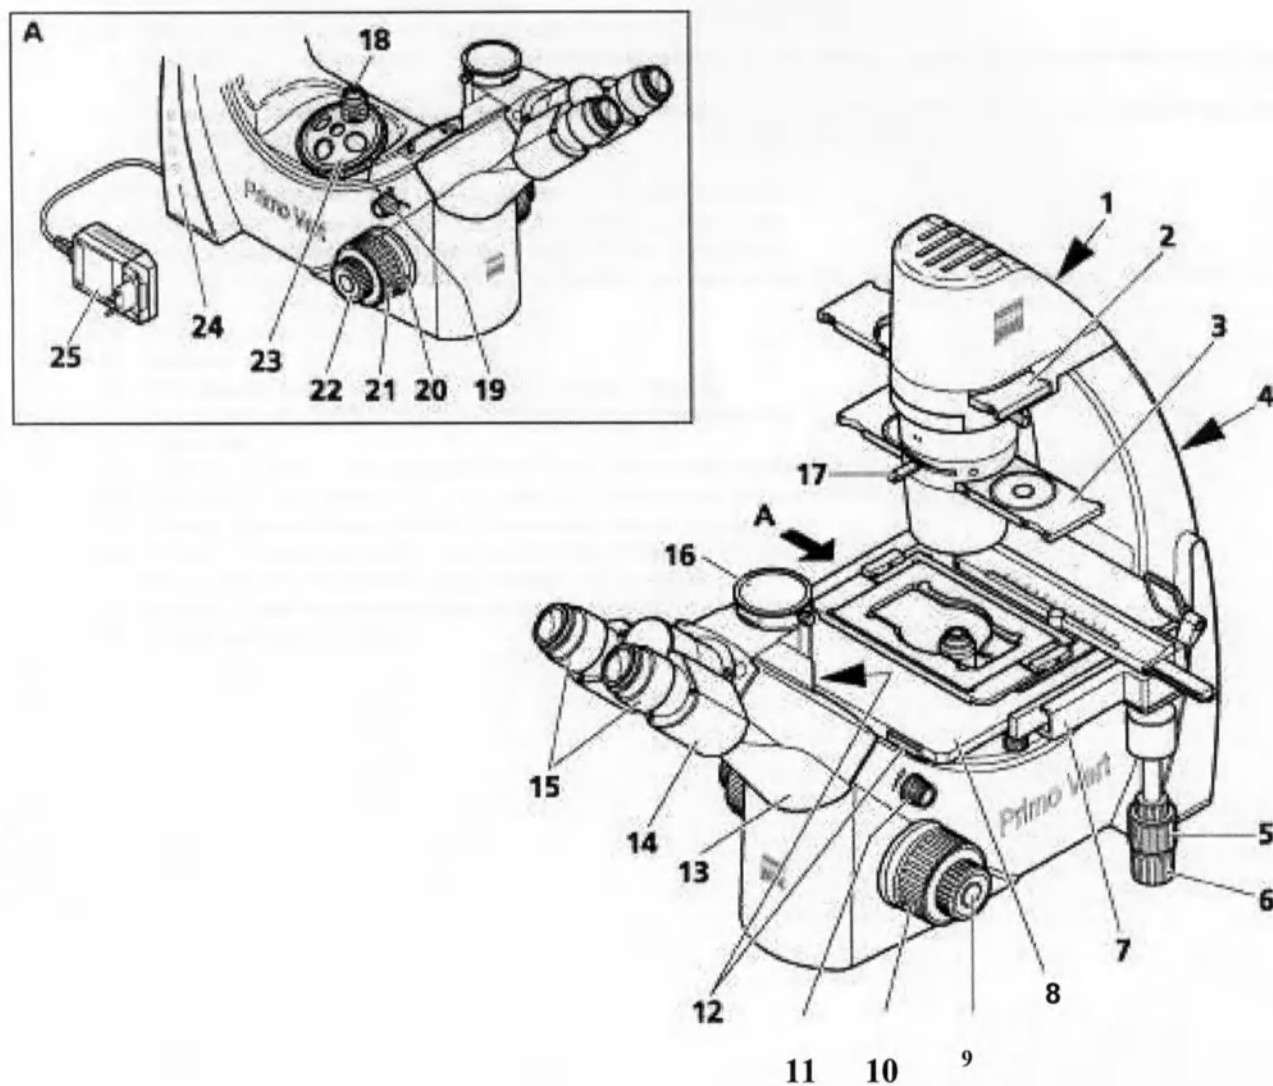

Рис. 10 Органы управления Primo Vert
**Экспликация к рис. 10:**
- Настройте поворотной ручкой (рис. 10/11) необходимую интенсивность освещения.
Выбранная настройка отображается пятью синими светодиодами (рис. 10/24), расположенными с двух сторон на штативе.
- Ход грубого привода настроен на заводе и при необходимости может дополнительно регулироваться. Для этого вставьте отвертку в одно из четырех радиальных отверстий регулировочного кольца (рис. 10/20), крепко держите ручку грубого привода (рис. 10/21) и поверните установочное кольцо отверткой вправо или влево, чтобы настроить более тяжелый или более легкий ход грубого привода.